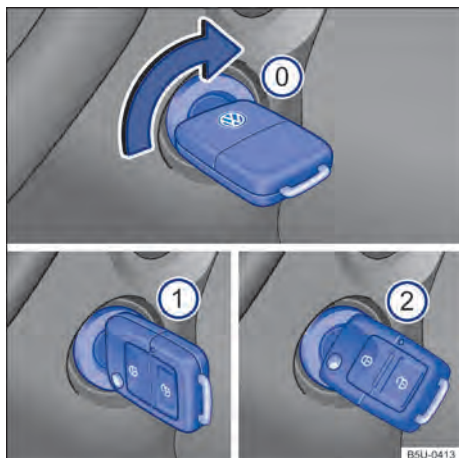

Fig. 101 Ao lado do volante, à direita: posições da chave do veículo no cilindro da ignição.
Posições da chave do veículo → Fig. 101
3.	Girar a chave do veículo na ignição para a posição → Fig. 101 ② para dar partida no motor – não acelerar.
4.	Girar a chave do veículo no cilindro da ignição para a posição → Fig. 101 ① para ligar a ignição. Nesse instante a luz de controle do sistema de partida aquecida  irá se acender no instrumento combinado.
6.	Girar a chave do veículo no cilindro da ignição para a posição → Fig. 101 ② para dar partida no motor – não acelerar. Caso a etapa 5 não seja respeitada, a luz de controle  irá piscar indicando a necessidade de interromper o procedimento de partida e repeti-lo após retornar a chave para a posição → Fig. 101 ① e aguardar aproximadamente 10 segundos.
5.	Girar a chave do veículo no cilindro da ignição para a posição → Fig. 101 ①.